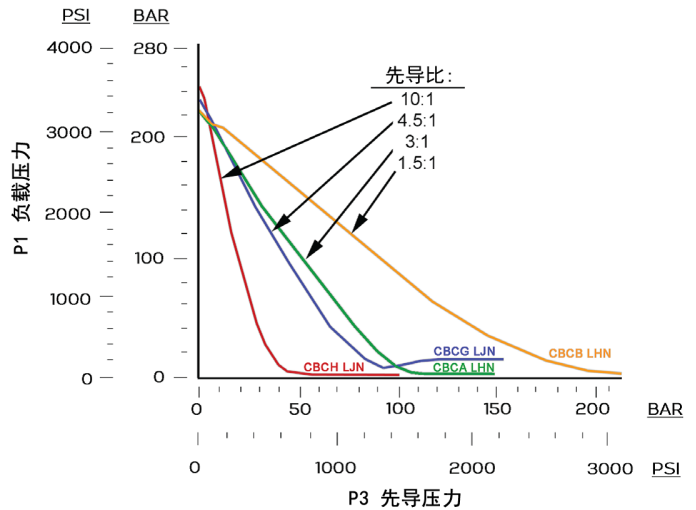

图 4 典型的P1 v P3（负载v先导）压力曲线
- 使用不同先导比的CB平衡阀，测量P1和P3压力按照图 4所示坐标绘制曲线。
从图 4中可以得知：